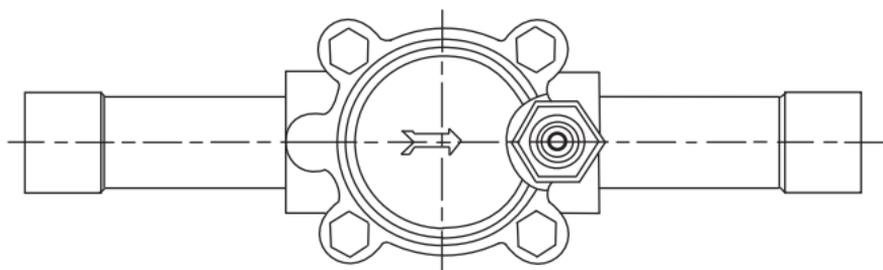

Fig. 41: Dirección del flujo del refrigerante
- La válvula PWM tiene una flecha direccional del flujo de refrigerante ubicada en la parte superior de la válvula para asegurar la orientación horizontal correcta. Consulte la fig. 41.